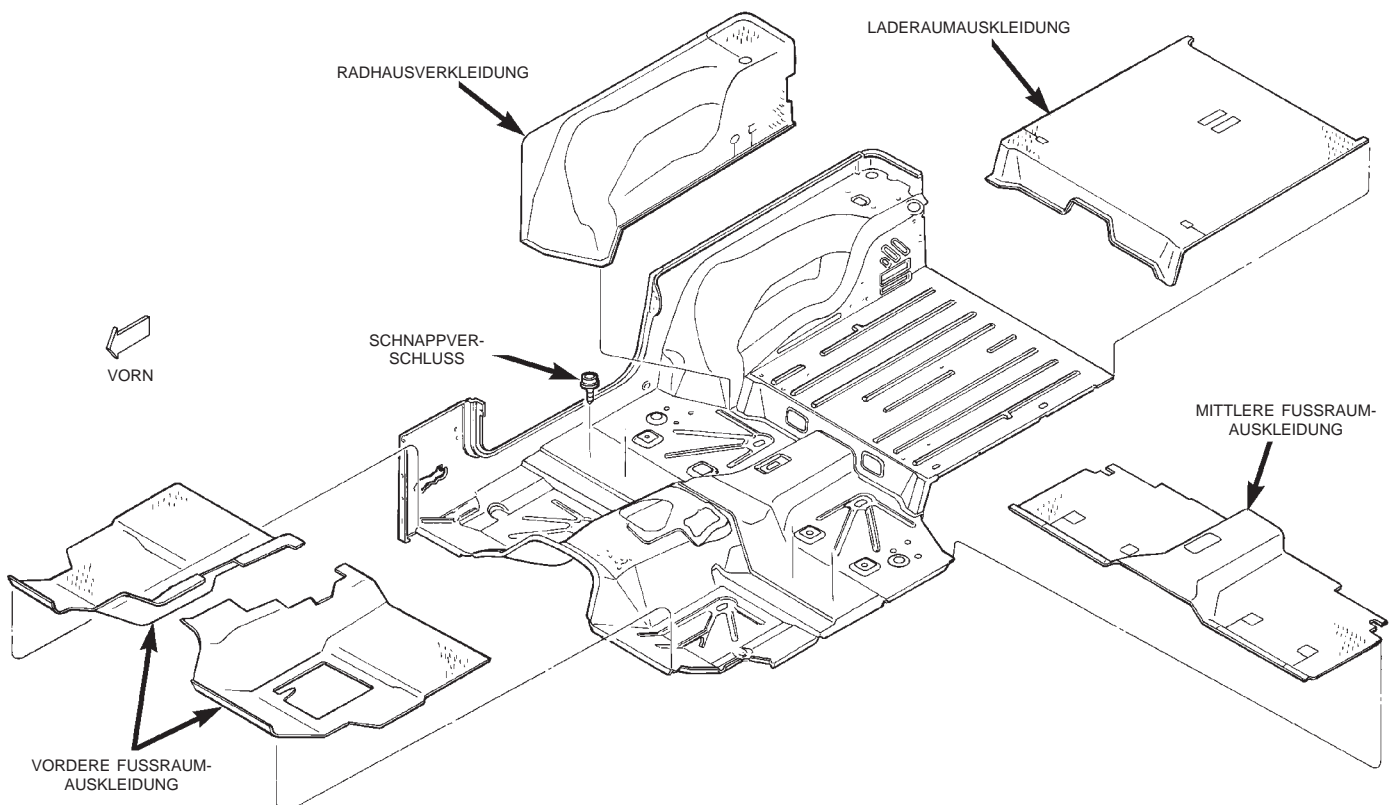

Abb. 67 Fußraumauskleidung
- (1) Rücksitz ganz nach vorn schieben.
- (2) Fußraumauskleidung/Bodenmatte unter dem Rücksitz hervorziehen.
- (3) Je nach Ausstattung, den Zusatzkofferraum abbauen.
- (4) Gurtschlösser des Rücksitzes durch die Fußraumauskleidung/Bodenmatte des Laderaums ziehen.
- (5) Fußraumauskleidung/Bodenmatte aus dem Fahrzeug nehmen (Abb. 67).
(1) Rücksitz ganz nach vorn schieben.
(2) Je nach Ausstattung, den Zusatzkofferraum abbauen.
(3) Radhausverkleidung fassen und aus dem Fahrzeug nehmen (Abb. 67).